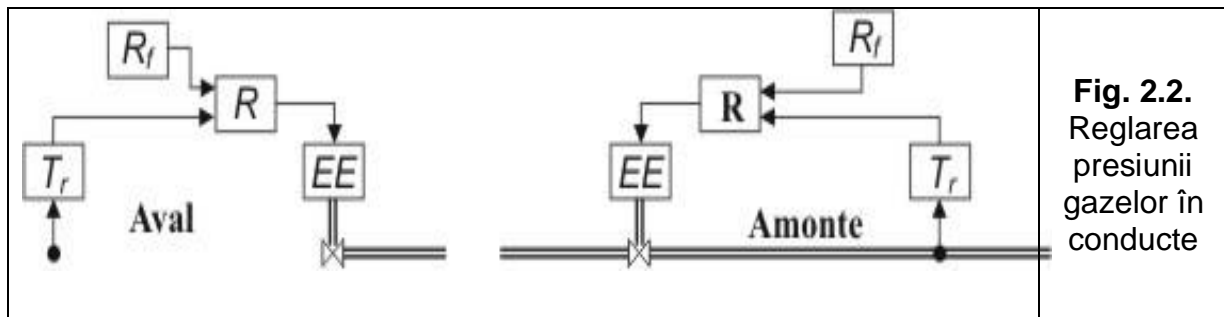

Fig. 2.2.
a) Reglarea presiunii gazelor în conducte se realizează cu scheme de tip aval sau de tip amonte (fig. 2.2).